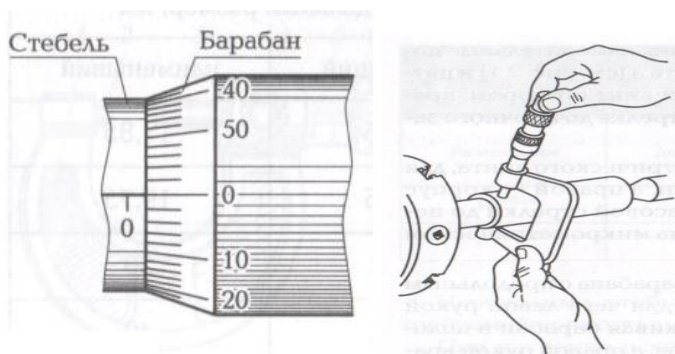

Рис. 2.4 Рис. 2.5
- совместить нулевой штрих шкалы барабана с продольным штрихом шкалы стебля (рис. 2.4), для чего левой рукой охватить скобу микрометра, удерживая барабан в положении совпадения нулевых штрихов, а правой рукой вращать корпус трещотки по часовой стрелке до полного закрепления барабана на микровинте;